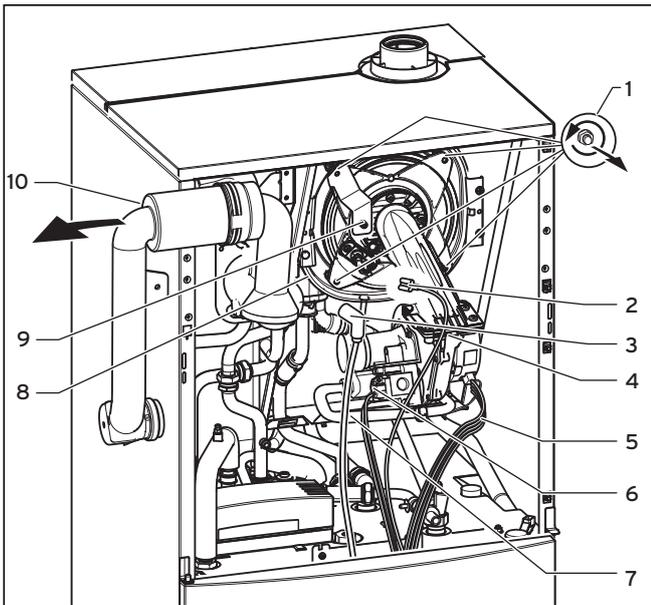

Abb. 8.2 Brennermodul ausbauen
- Trennen Sie die Gasleitung (7).
- Entfernen Sie die vier Muttern (1), siehe Abbildung 8.2.
- Ziehen Sie das Brennermodul (4) vom Integral-Kondensations-Wärmetauscher (8) ab, siehe Abbildung 8.2.
- Erneuern Sie die Dichtung und die selbstsichernden Muttern (1, Abb. 8.2) am Brennermodul (Art.-Nr.: 0020025929) nach jedem Ausbau des Moduls (z. B. bei Wartungs- und Servicearbeiten).